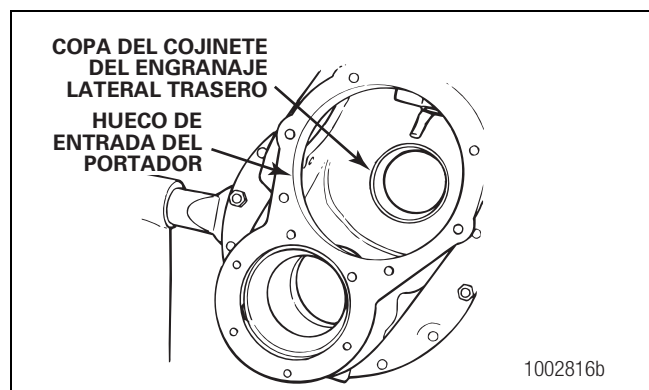

Figura 5.76
12. Si está desmontada, instale en el portadiferencial la copa del cojinete del engranaje lateral trasero. Usar una prensa y un buje para instalar la copa en el portadiferencial. Si no está disponible una prensa, use un buje o un punzón de latón largo y un martillo para instalar la copa. La copa está instalada correctamente cuando el fondo de la copa está asentado en el fondo del hueco. Figura 5.76.